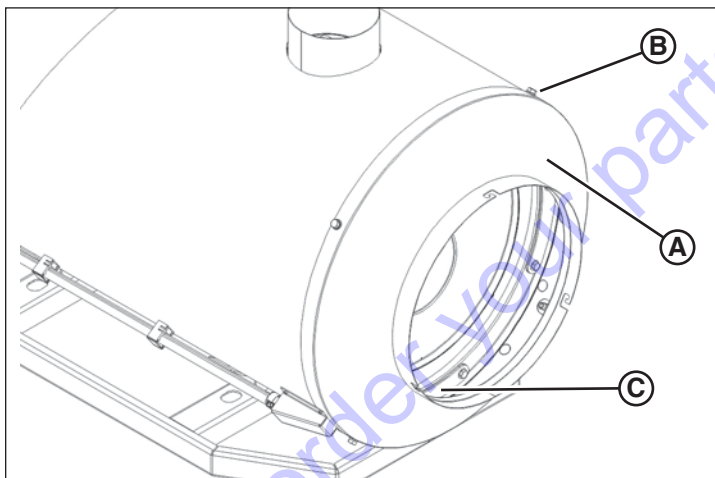

Figure 49
1. Retirer le cône de la sortie d'air (A, Figure 49) en retirant les vis (B) qui le fixe à l'appareil de chauffage.
3. Repérer la plaque courbe (C, Figure 49) au bas de la chambre de combustion. Enlever les vis qui retiennent la plaque et enlever la plaque et le joint.